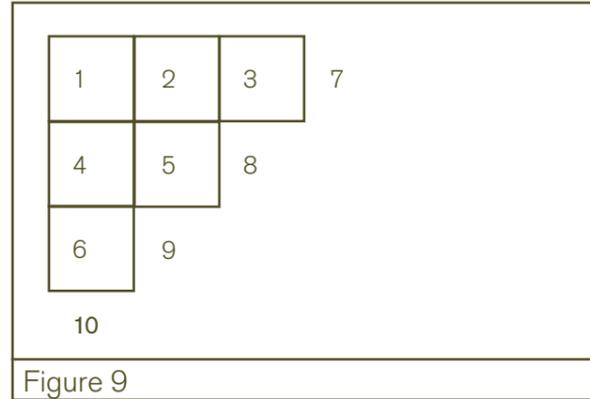

Figure 9
4.5 Procédez grille par grille (voir Fig.9)